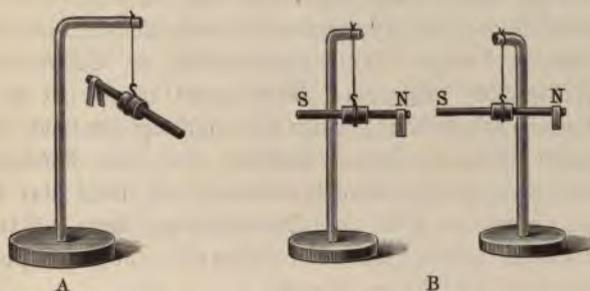

Fig. 129. Verhalten frei aufgehängter Magnete.
Fig. 129 A zeigt, wie man dabei den Stab durch einen Kork steckt und diesen wiederum mit einer Drahtschlinge an dem Faden befestigt. Der Magnet dreht sich einigemal taumelnd herum, dann aber beginnt er in immer kleineren Bogen hin und her zu schwingen, als suche er eine bestimmte Richtung. Schließlich nimmt er eine bestimmte Lage ein und kehrt immer wieder in diese zurück, so oft man ihn auch herausbringt, und bald finden wir ein Gesetz heraus, denn wir bemerken, daß es stets die Rich-
3. Wir hängen zwei Magnetstäbe in größerer Entfernung voneinander auf. Sie stellen sich beide von Nord nach Süd und wir bezeichnen das nach Norden gekehrte Ende bei beiden Stäben auf irgend eine Art zum Unterschied gegen das andere etwa mit einem übergehängten Papierföhnchen. Darauf nähern wir beide Stäbe einander vorsichtig, was mit Hilfe der Glasstative sehr leicht geschieht. Sofort ändern sie ihr Benehmen. Sie verlassen die alte Richtung mehr und mehr und kehren sich einander zu, wobei sie das Bestreben zeigen, in eine Linie aufzumarschieren (Fig. 129 B). Aber es ist kein Zufall, daß sich dabei der Nordpol des einen dem anderen zuwendet, denn so oft man sie wieder in die alte Lage bringt, so wird die Umdrehung zwingt, immer